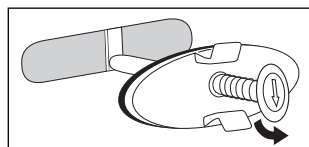

Fig. 5
- Drej spændstiften 90°, og slip den langsomt (fig. 5).